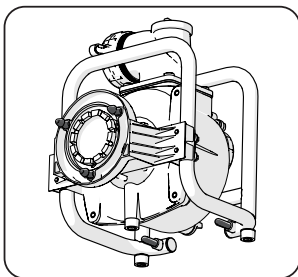

Abb. 9
- Halten Sie das Zubehör an seinem Außenrahmen fest und führen Sie es an den Motor heran. Richten Sie die 3 Einstellstifte und die 2 hinteren Stabilisierungsstifte sichtbar aus. (Abb. 9) Ziehen Sie bei Bedarf kompetente Hilfe hinzu. Vor allem der Generator ist schwer und möglicherweise ist Hilfe beim Anheben erforderlich.